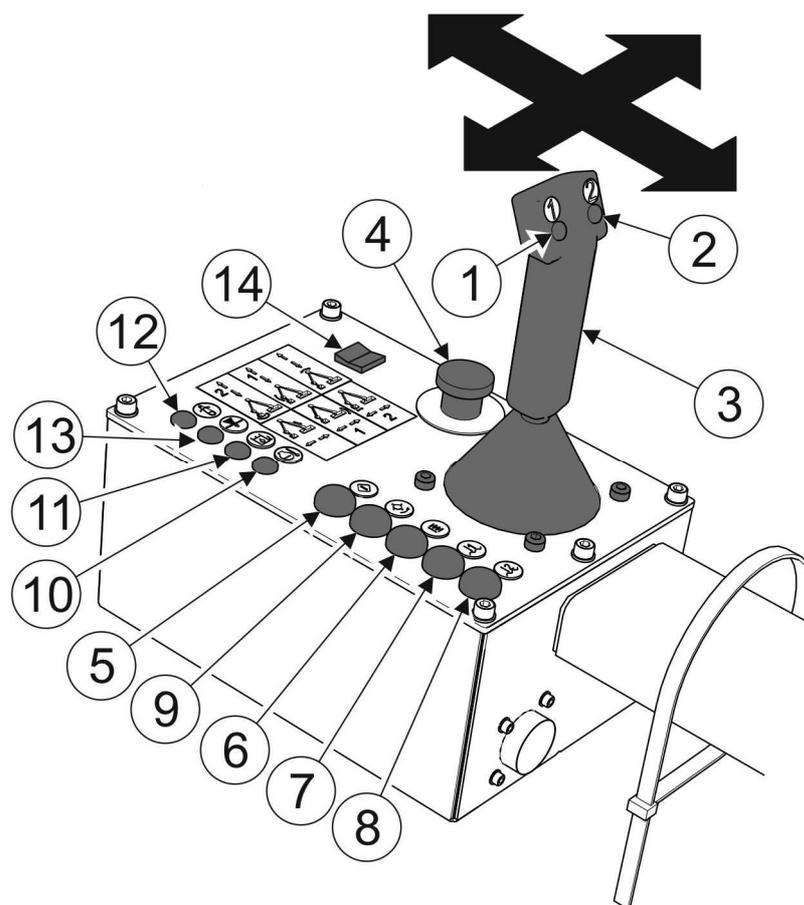

РИСУНОК 4.5 Пульт управления универсальной стрелы.
Управление плечами и рабочей головкой осуществляется при помощи пульта управления, размещенного внутри трактора (РИСУНОК. 4.5).
Отдельные функции рычага управления (РИСУНОК 4.5 / 4.6):
После установки головки в рабочее положение необходимо включить привод головки, нажимая на кнопку (9) на пульте управления (РИСУНОК 4.5). Включение привода головки происходит с некоторой временной задержкой ок. 2 секунд. Если рабочая головка требует функции копирования рельефа местности, по которой она передвигается, необходимо включить плавающее положение плеча и рабочей головки при помощи кнопок (7) и (8) и функцию амортизации кнопкой (6).
маслобака, завинтив предварительно сливную пробку (4). После каждой замены масла и во время ежедневной проверки системы гидравлики универсальной стрелы необходимо проверять уровень масла на трубчатом показателе уровня масла (3). Поплавок показателя должен находиться в его верхней части. Показатель уровня масла имеет датчик минимального уровня масла. В случае загорания лампочки (11) (РИСУНОК 4.5) на пульте управления стрелы необходимо долить масло в маслобак до необходимого уровня.
Всасывающий фильтр находится между маслобаком и маслонасосом. В корпусе фильтра размещается датчик загрязненности фильтра, который сигнализирует загрязнение фильтра при помощи лампочки на пульте управления стрелы внутри трактора (13) (РИСУНОК 4.5). Всасывающий фильтр необходимо заменять при каждом загорании сигнальной лампочки загрязнения маслоотделяющего фильтра. Первая замена фильтра должна быть произведена после наработки стрелой 100 часов независимо от того, что показывает датчик загрязненности фильтра. Для замены фильтра необходимо: